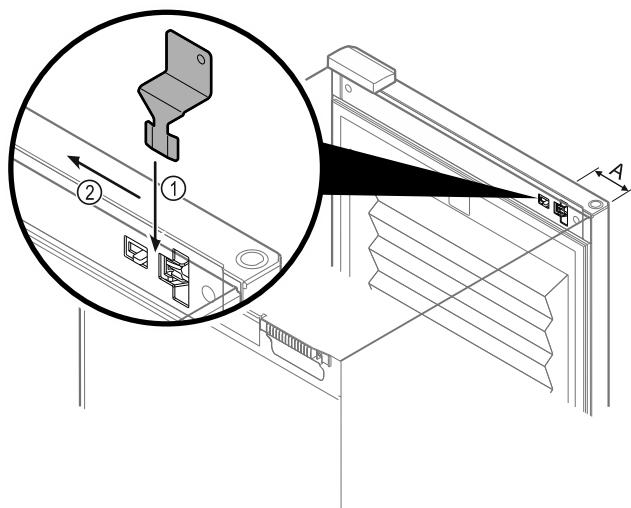

Fig. 218
- Расположите ключ для аварийной разблокировки в заданном месте Fig. 218 (A) ≈ 100мм.
- Вставьте ключ для аварийной разблокировки между дверью и корпусом устройства сверху и до упора Fig. 218 (1).
- Потяните ключ для аварийной разблокировки в направлении стороны шарнира Fig. 218 (2).